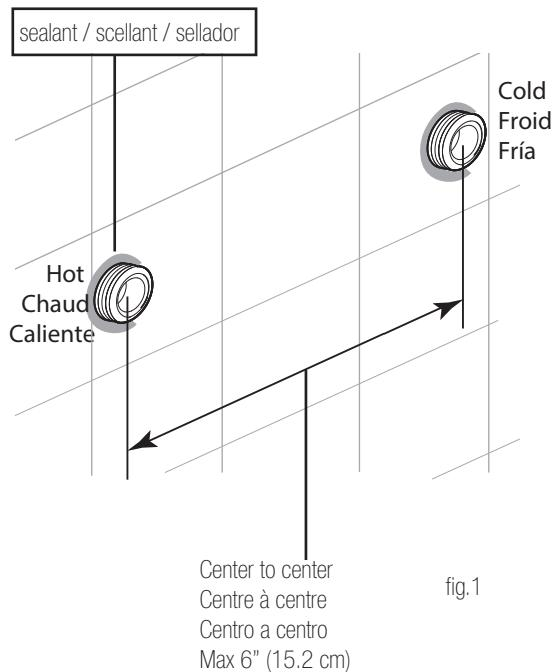

fig.1
- Adjust the plumbing to ensure that there is adequate space for the shower panel to be installed. (Fig.1)
- Ajustez la plomberie pour vous assurer qu'il y a suffisamment d'espace pour installer le panneau de douche. (Fig.1)
- Ajuste la fontanería para asegurarse de que hay espacio suficiente para la instalación del panel de ducha. (Fig.1)